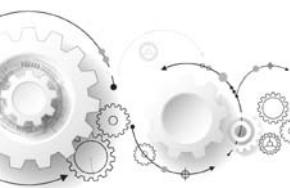

图 3-23 设置工艺参数
(8) 设置主轴转速和走刀速度, 并设置安全平面和层间转移参数, 如图 3-23 所示。安全平面一定要大于零件或毛坯, 为安全考虑, 可设置得足够高。